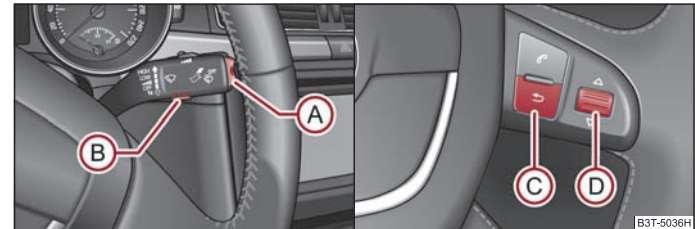

Fig. 20 Indicator multifuncțional: Elementele de comandă de la maneta de acționare a ștergătoarelor / elementele de comandă de pe volanul multifuncțional
- **MAIN MENU (MENIUL PRINCIPAL)** se activează prin apăsarea tastei basculante **A** ⇒ fig. 20 mai mult de 1 secundă.
- **MAIN MENU (MENIUL PRINCIPAL)** se activează prin apăsarea tastei basculante **C** ⇒ fig. 20 mai mult de 1 secundă.
- Dacă pe display-ul de informații sunt afișate avertizări ⇒ pagina 24 ⇒ pagina 24, trebuie să confirmați aceste mesaje de la tasta **(B)** ⇒ pagina 23, fig. 20 de pe maneta ștergătorului de viteze, respectiv de la tasta **(D)** ⇒ pagina 23, fig. 20 de pe volanul multifuncțional, pentru a apela meniul principal.